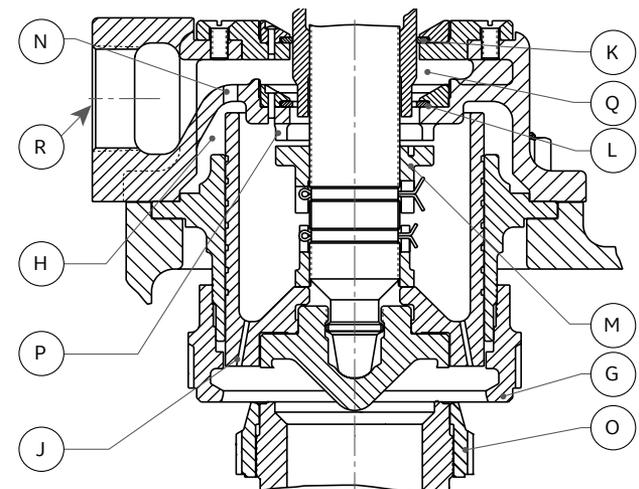

Figura 8: Fechamento
Ao fechar, como na figura 8, o colar de sobreposição do fuso (K) é ajustado de modo que se mova para baixo para dentro da arruela flutuante (L), deste modo efetivamente reduzindo o escape de vapor da câmara (H).